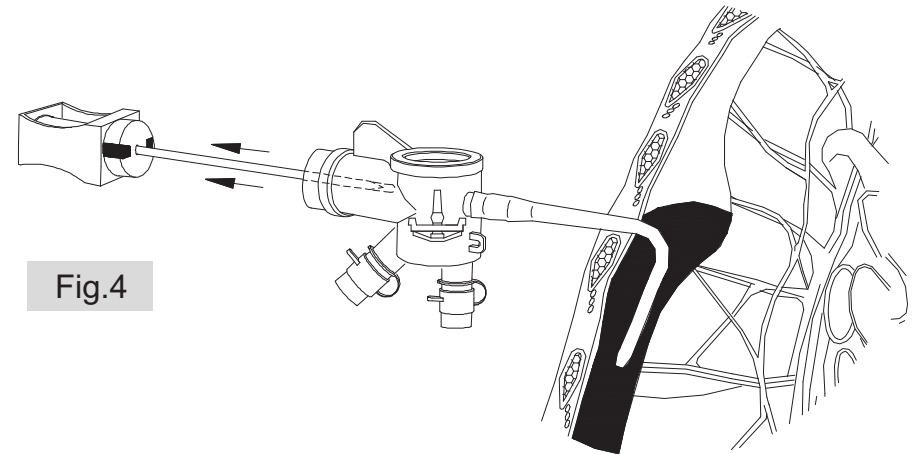

Fig. 4
5. Zusammen mit der Entfernung der Nadel wird die vollständige Positionierung des Katheters vorgenommen, wie in Abb. 4 gezeigt wird. Bei der Pigtail-Version kehrt der Katheter beim Entfernen der Nadel durch den Memory-Effekt der Materialform wieder in seine runde Form zurück.